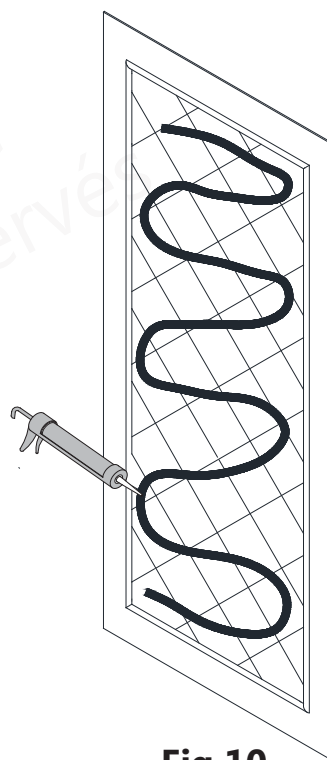

Fig 10
10. Appliquez de l'adhésif partout sur l'endos du **panneau arrière gauche (N° 02)**. (**Fig. 10**)